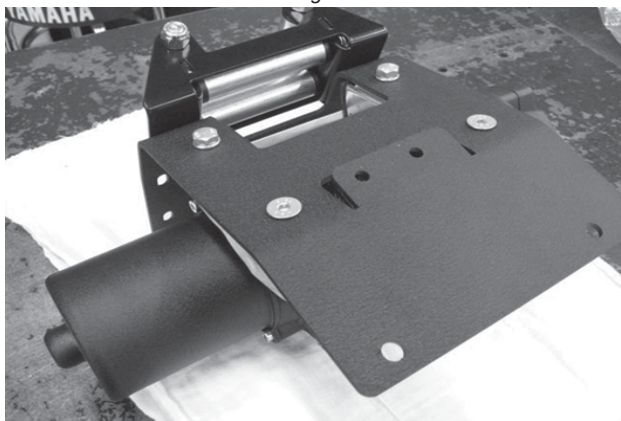

Figure 8
- Placer le support de montage de treuil sur le treuil et le fixer à l'aide de deux vis à tête hexagonale M8-1,25 x 20 mm et de rondelles de blocage dans les deux trous de montage avant. Du côté moteur du treuil, introduire dans le trou de montage arrière une vis à tête fraisée M8-1,25 x 20 mm. Du côté de l'extrémité de carter d'embrayage du treuil, introduire une vis à tête fraisée M8-1,25 x 16 mm. (Figure 8)